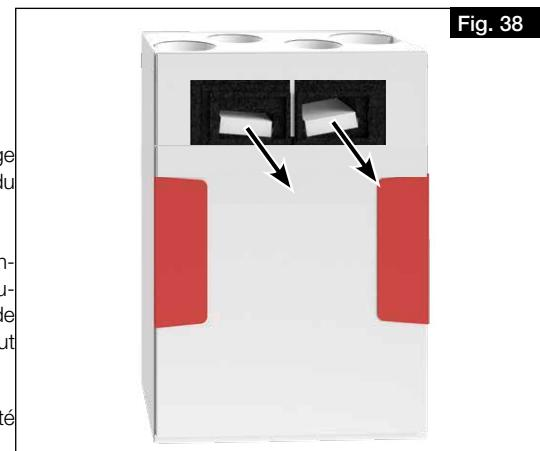

Fig. 38
2. Retirer le filtre vers l'avant et le changer (voir Fig. 38).